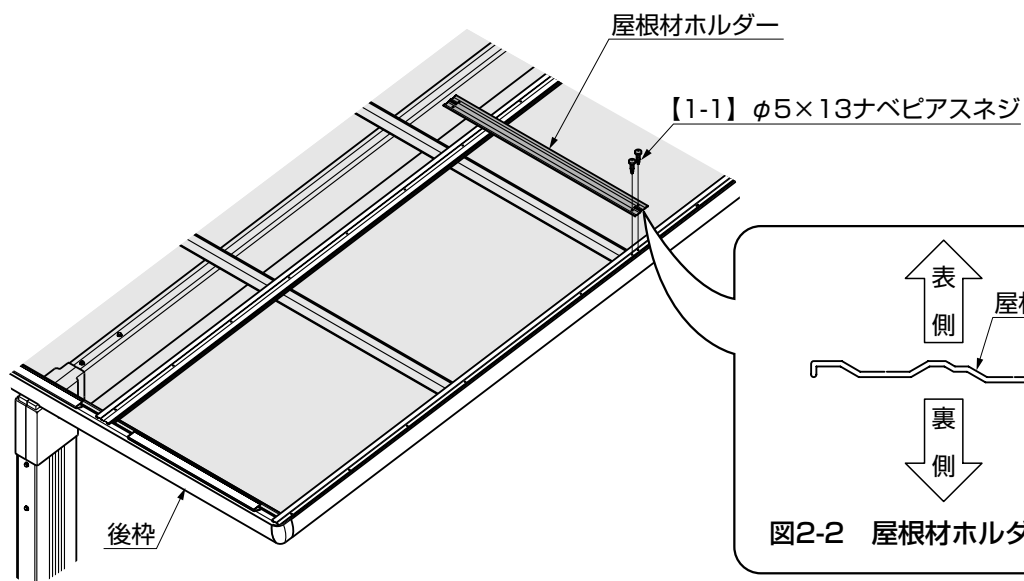

図2-1
①屋根材ホルダーを【1-1】で取付けてください。(図2-1参照)